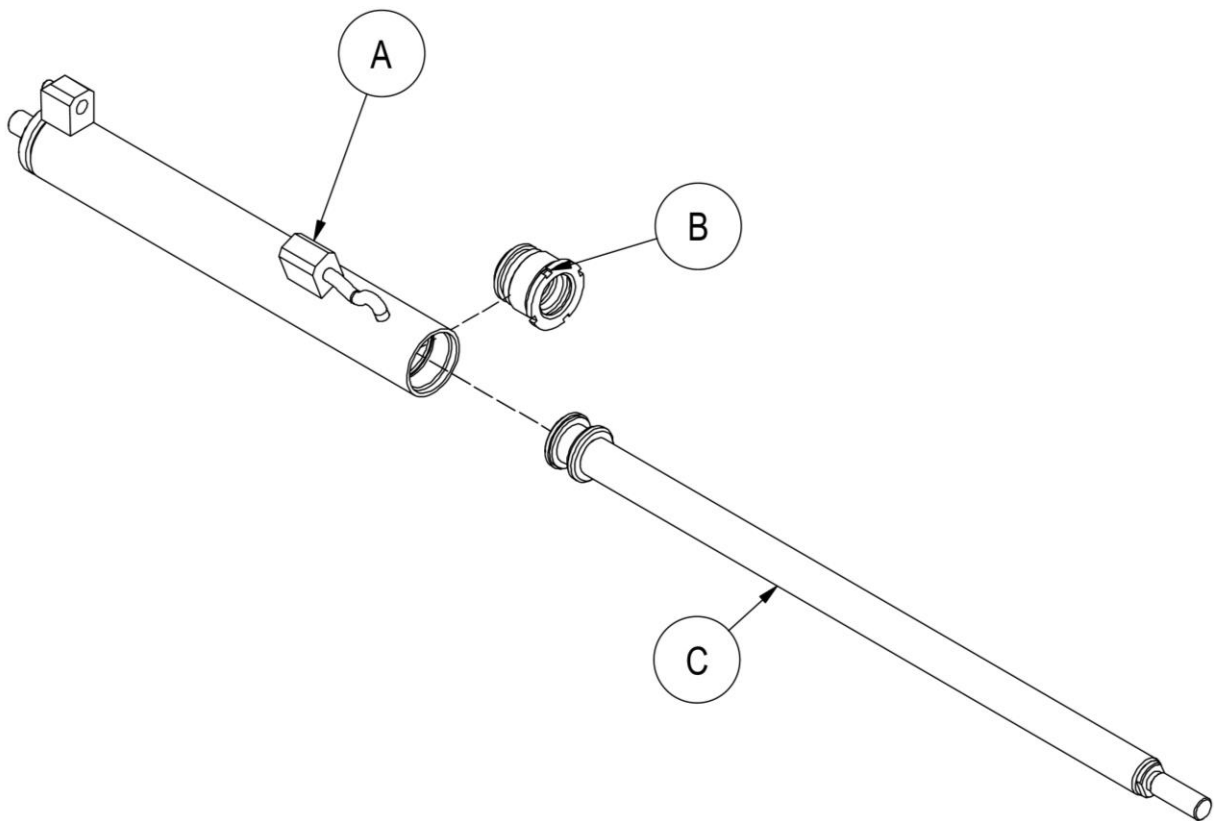

Figura 22
8. Prendere come riferimento la *Figura 22*.